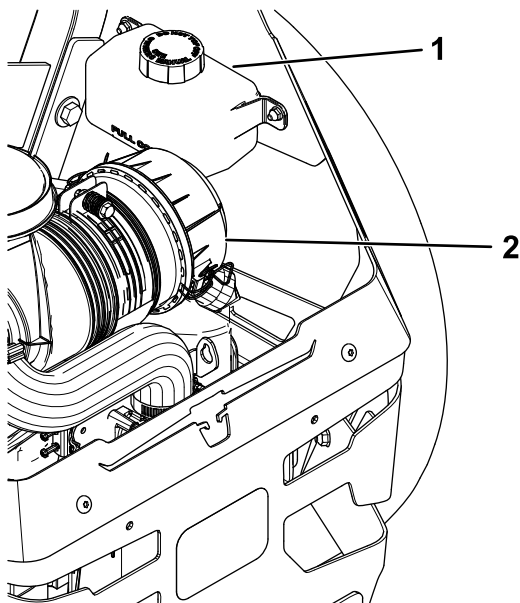

Figura 69
2. Controllate il serbatoio di espansione e all'occorrenza aggiungete fluido idraulico Toro® HYPR-OIL™ 500 sino alla riga FULL COLD. (Figura 69).